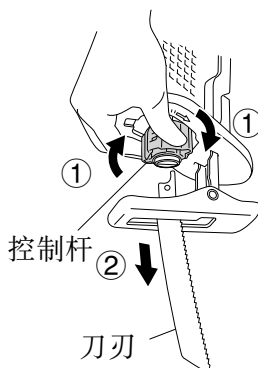

图 4
- (1) 转动控制杆后，将刀刃向下。刀刃会自行脱落。如果刀刃未掉下来，用手将刀刃拔出。(图 4、图 5)